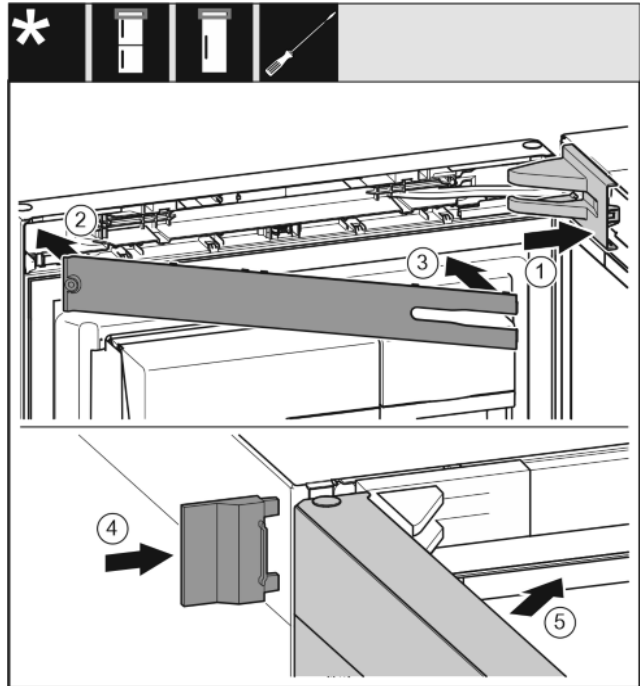

Fig. 40
- ▶ Afdekking van de lagerbus aanbrengen en vastklikken, en indien nodig, voorzichtig uit elkaar drukken. *Fig. 40 (1)*
- ▶ Paneel aanbrengen. *Fig. 40 (2)*
- ▶ Paneel naar binnen draaien en vastklikken. *Fig. 40 (3)*
- ▶ Buitenste afdekking erop schuiven. *Fig. 40 (4)*
- ▶ Bovenste deur sluiten. *Fig. 40 (5)*